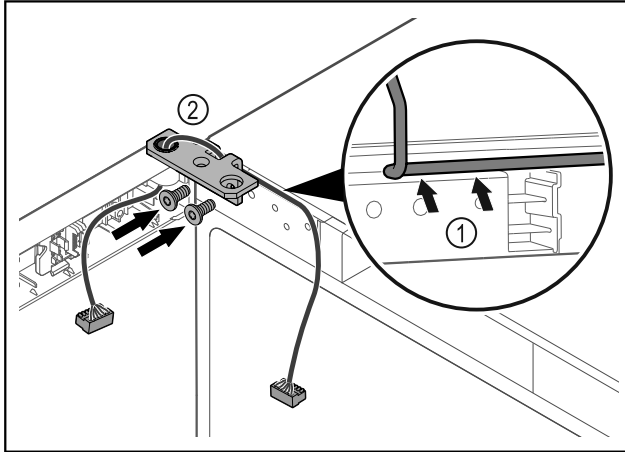

Fig. 41
- ▶ Før kablen forsiktig gjennom åpningen i hengselvinkelen, og legg den omhyggelig på plass Fig. 41 (1).
- ▶ Skru på hengselvinkelen Fig. 41 (2).